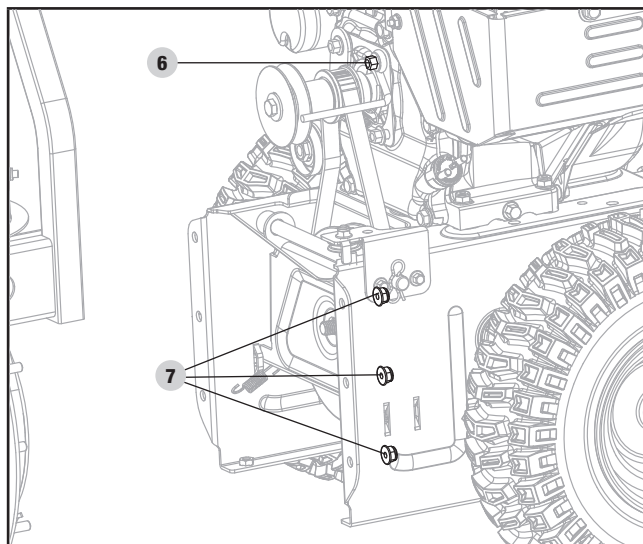

Figure 23
5. Desserrez le boulon de 20 mm (6) du levier de la courroie (figure 23).
6. Dévissez 6 écrous M8 pour séparer le boîtier de la tarière de la base (7) (figure 23).